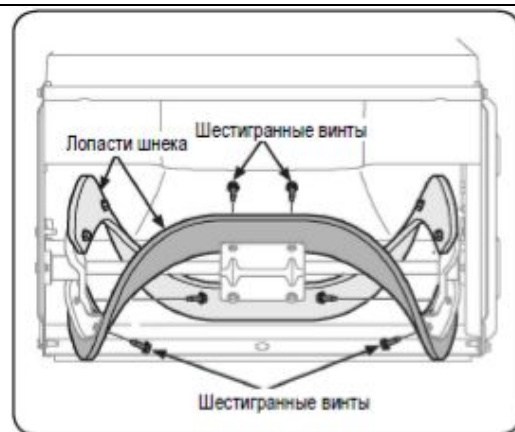

Рис. 22
3. Снимите старые резиновые лопасти, открутив саморезы, которые прикрепляют лопасти к шнеку. См. Рис. 22.